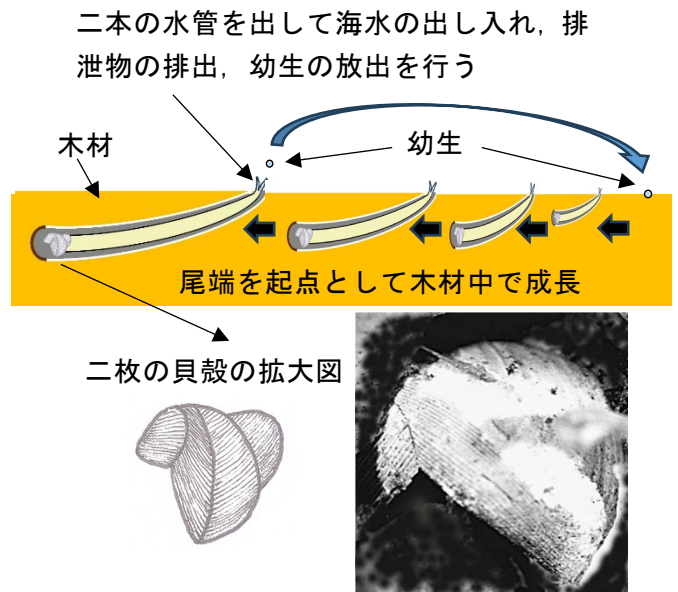

図1 フナクイムシの生活環（上）と貝殻（下）
- ・その後、体全体が木材に入り込んだ時点で尾端を表面に固定し、二本の水管を木材の外に出して、海水の出し入れや排泄物の排出、幼生の放出を行うとともに、尾端を起点にして木材中で成長します(図1)。